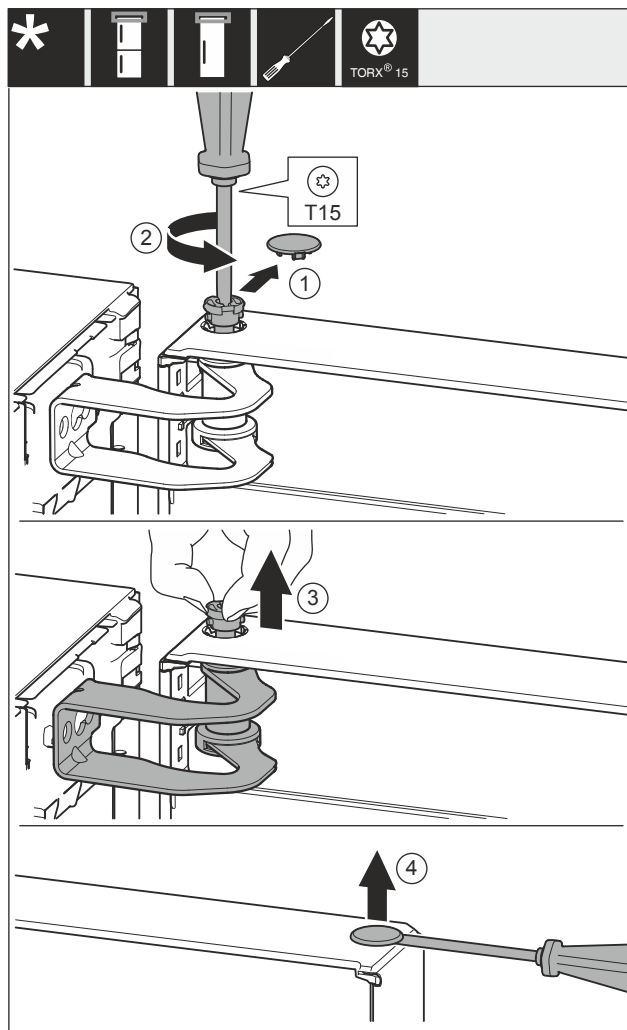

Fig. 12
- Hiqni me kujdes kapakun mbulues Fig. 12 (1).
- Lironi paksa bulonin Fig. 12 (2) me një kaçavidë.
- Nxirrni jashtë bulonat Fig. 12 (3) me gishta.
- Ngrini me kujdes kapakun mbulues Fig. 12 (4) me një kaçavidë dhe hiqeni.